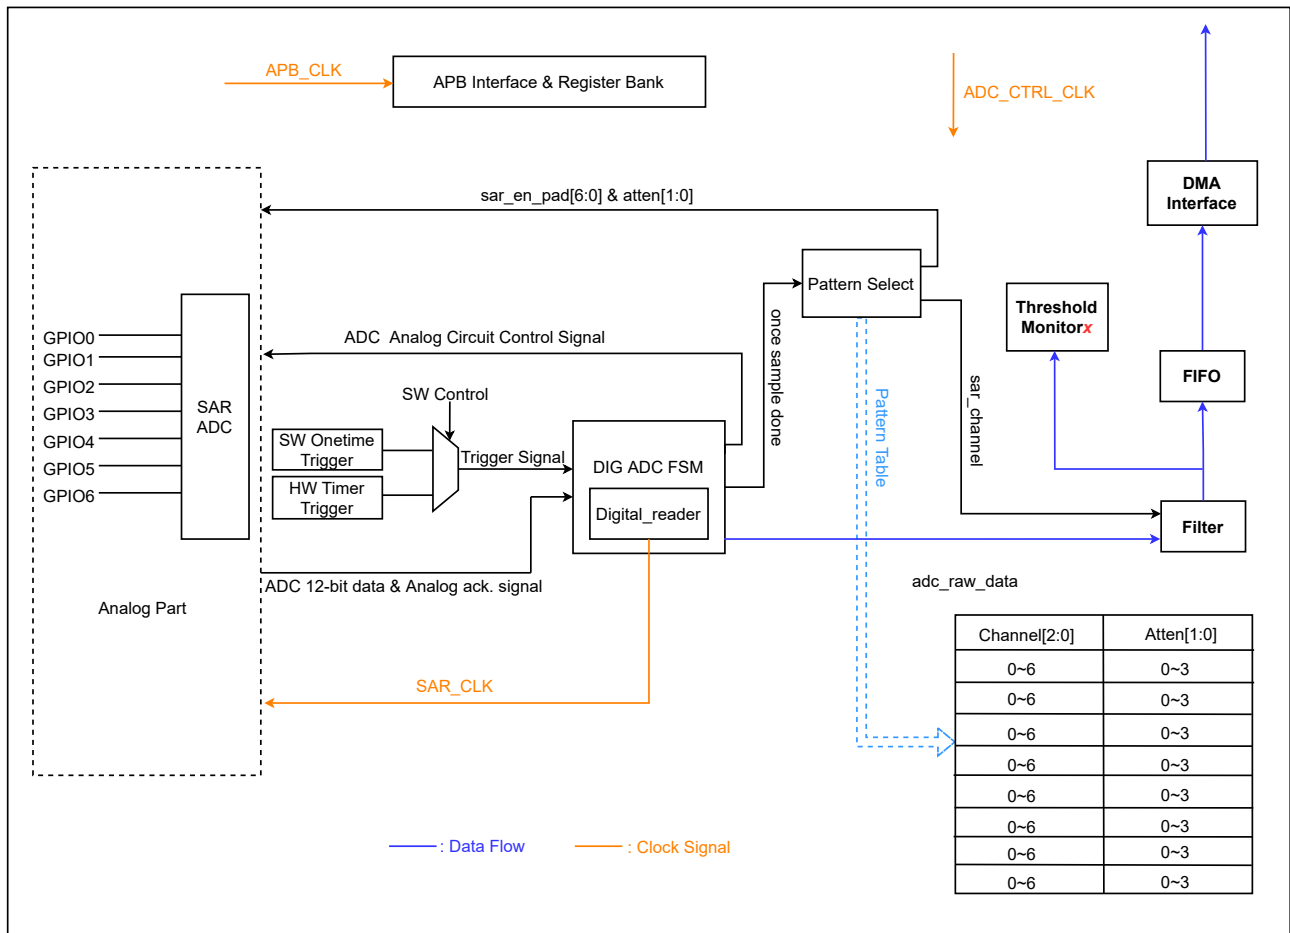

图 38-1. SAR ADC 的功能概况
SAR ADC 的主要子模块与连接情况见图 38-1。
如图 38-1 所示，SAR ADC 模块主要包括以下功能或子模块：
- 将数据传输给滤波器（`filter`），然后阈值监控器（`threshold monitor`）通过 DMA 将数据传输给内存（见图 38-1）；